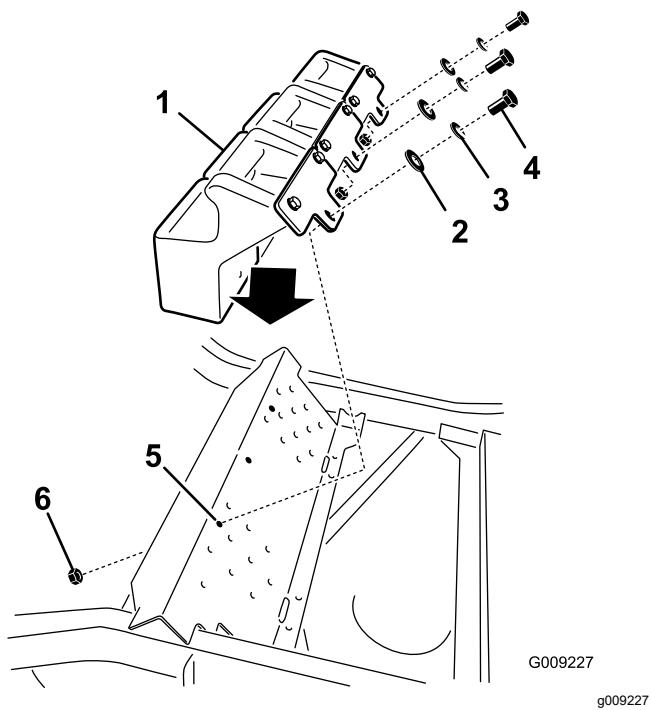

Figura 35
5. Instale los pesos delanteros encima del reposapiés (Figura 35).
6. Sujete los pesos delanteros encima del reposapiés y al soporte de montaje de los pesos con 6 pernos (3/8" x 1"), 6 arandelas de freno (3/8"), 3 tuercas con arandela prensada (3/8") y 6 arandelas planas (3/8"), según se muestra en Figura 35.